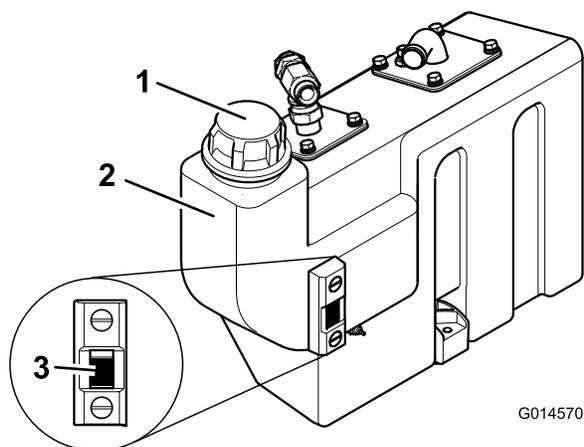

Figura 24
3. Qualora sia necessario altro fluido idraulico, pulite l'area attorno al tappo del serbatoio idraulico (Figura 24).